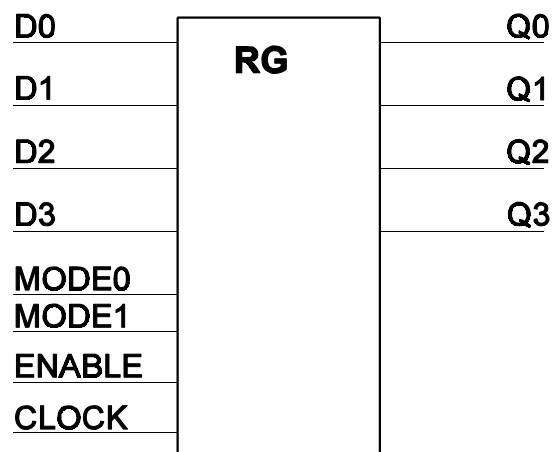

Abb. 7
8. Entwerfen Sie ein vollsynchrones 4-Bit-Register (Abbildung 7). Funktionselemente: D-Flipflops + Gatter und Multiplexer nach Wahl. (Bitte alle 4 Bitpositionen darstellen.) (15 Punkte)